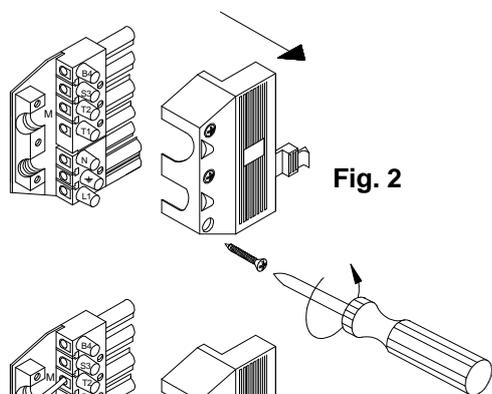

Fig. 2
- Disconnettere il connettore C1 dal connettore C2, svitare le viti dello stesso (fig. 2) e rimuovere il coperchio;
### LEGENDA AUTODIAGNOSTICA (fig. 2)